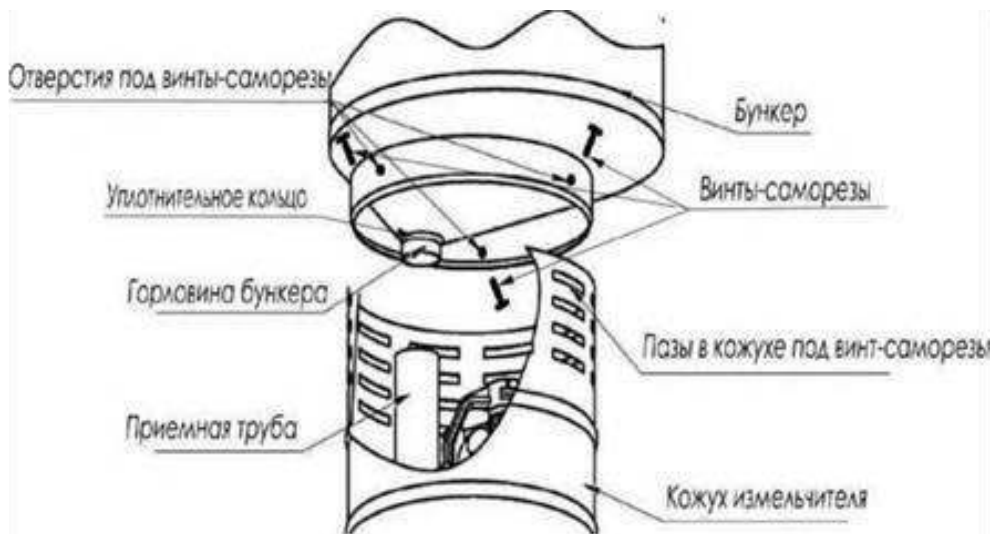

Рис.5
6.3 Разместить изделие на приготовленной таре, предварительно изготовив плиту из фанеры (см. рис. 5);